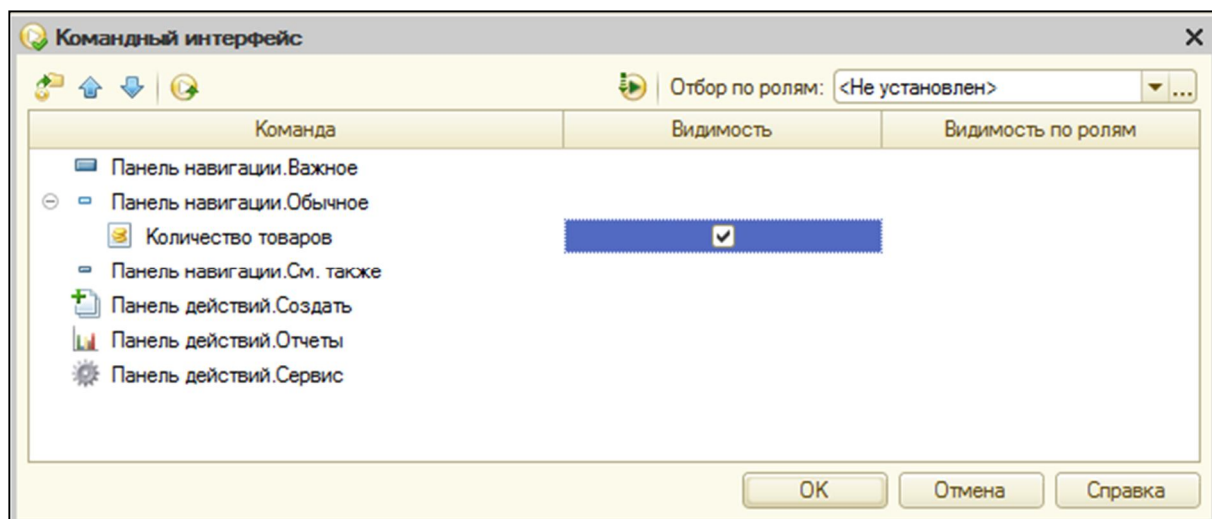

Рис. 56. Окно командного интерфейса подсистемы «Регистры»
5) Для включения регистра накопления «КоличествоТоваров» к новой подсистеме – «Регистры» необходимо установить флажок командного интерфейса (правая кнопка мыши по имени подсистемы), как показано на рис. 56.